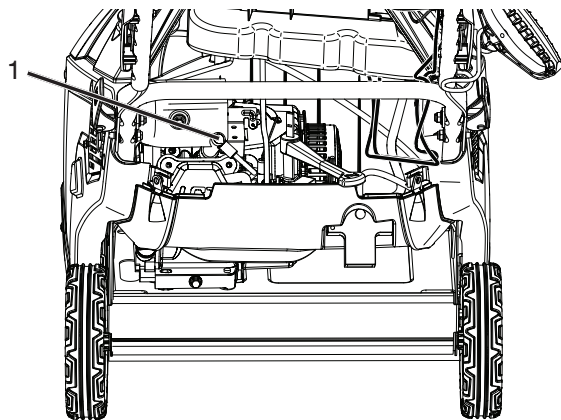

Figure 31
15. Débrancher le câble de bougie d'allumage de la bougie d'allumage (Figure 31).